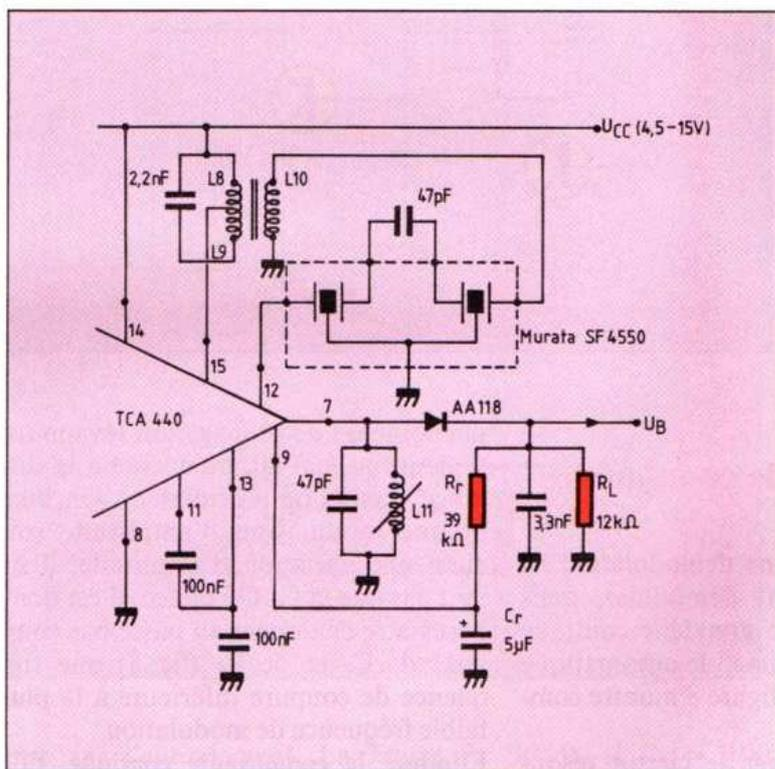
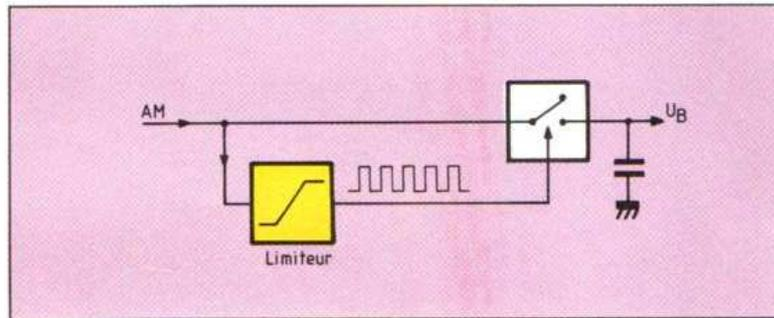

Fig. 11. – Une bonne linéarité de démodulation peut être obtenue avec un circuit résonnant ( $L_{11}$ ) d'impédance très grande devant  $R_L$ .
Fig. 15. - Démodulation synchrone, schématisée par un interrupteur commandé par une rectangulaire extraite du signal à démoduler.
**Démodulation pour TCA 440.** La figure 11 montre un extrait du schéma d'application d'un bien classique circuit intégré pour radiorécepteur. La sélectivité FI, entre sortie de conversion (broche 15) et entrée de l'amplificateur FI (broche 7), y est assurée par un circuit résonnant LC suivi de deux filtres céramiques. On peut supposer que c'est suffisant et qu'on n'a plus besoin de filtrer à la sortie. D'autant plus que c'est
**Commande automatique de gain.** La tension de CAG est obtenue, dans la figure 11, après filtrage par  $R_r$  et  $C_r$ . Elle parvient (broche 9) sur la base d'un transistor PNP. De ce fait, il existe un léger courant de repos créant, dans  $R_L$ , une chute de tension tendant à s'opposer au seuil de D, ce qui peut contribuer à linéariser la démodulation.
Le circuit résonnant n'intervenant pas dans la figure 11 pour améliorer la sélectivité, mais en tant que source de courant, il doit être possible de le remplacer par un circuit actif.
Les deux exemples mentionnés plus haut pour circuits intégrés (fig. 11 et 12) font appel à un redressement à composants discrets. Cependant, une démodulation toute intégrée est possible. La figure 15 montre un exemple. Ce schéma fonctionnel étant simple, on doit s'attendre, comme souvent en pareil cas, à une certaine complexité de réalisation. En effet, une bonne douzaine de transistors est souvent nécessaire pour mettre ce circuit en pratique.